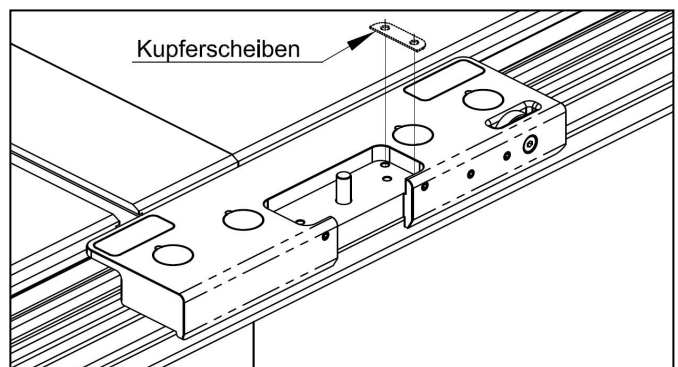

Abb. 7-2
2. Wie in Abbildung 7-2 gezeigt, legen Sie eine Kupferdichtung (Artikel J) entweder auf die linke oder rechte Seite der Schiebernut, um die Senkrechtstellung feinabzustimmen. Es sind vier Dichtungen enthalten, jede mit einer Dicke von 0,05 mm, die gestapelt werden können, um die gewünschte Einstellung zu erreichen. Jede Dichtungsschicht korrigiert die Senkrechtstellungsabweichung des Anschlags um ungefähr 0,05 mm.